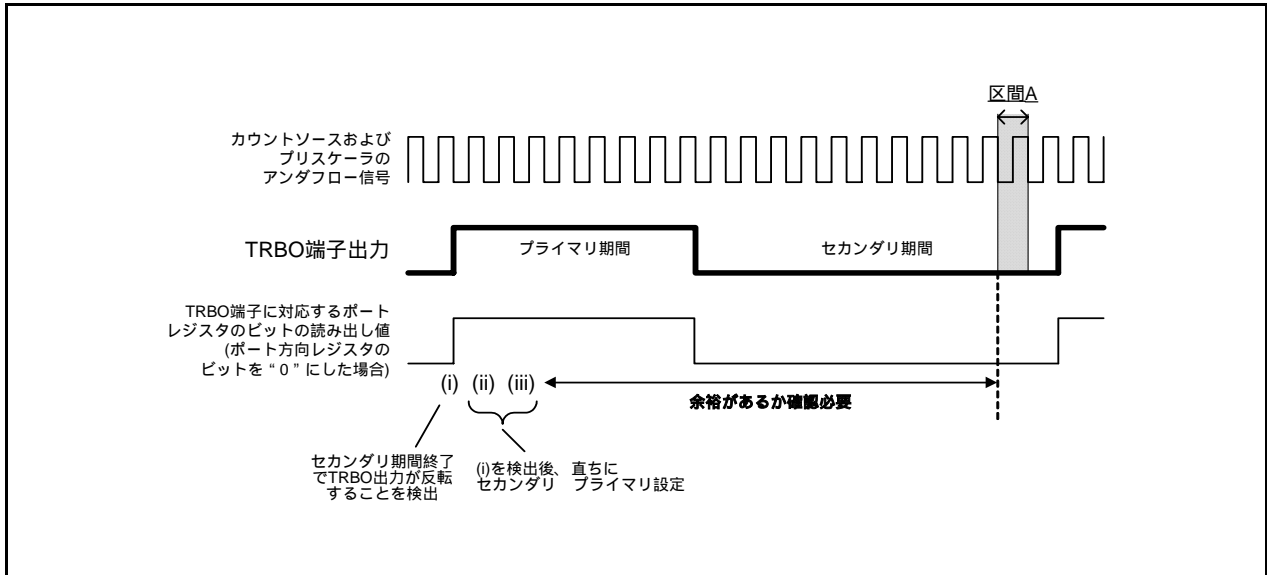

図 14.25 対策例 (b) の TRBO 端子出力値を読む例
- (1) カウント中(TCSTFビットが“1”)にTRBPRESレジスタ、TRBPRレジスタに書き込む場合は、下記の点に注意してください。
- (2) カウント中(TCSTFビットが“1”)にTRBSCレジスタ、TRBPRレジスタを変更する場合は、タイマRB割り込み等でTRBO出力周期に対して同期を取り、同一出力周期内で一度だけ行うようにしてください。また、図14.24および図14.25の区間Aで、TRBPRレジスタへの書き込みが発生しないことを確認してください。
図 14.25 に示すように TRBO 端子の出力レベルからプライマリ期間の開始を検出し、プライマリ期間の開始直後に、TRBSC レジスタ、TRBPR レジスタへ書いてください。書き込みは区間 A までに終了させてください。なお、TRBO 端子に対応するポート方向レジスタのビットを “0” (入力モード) に設定し、ポートレジスタのビットの値を読むと、読んだ値は TRBO 端子の出力値になります。